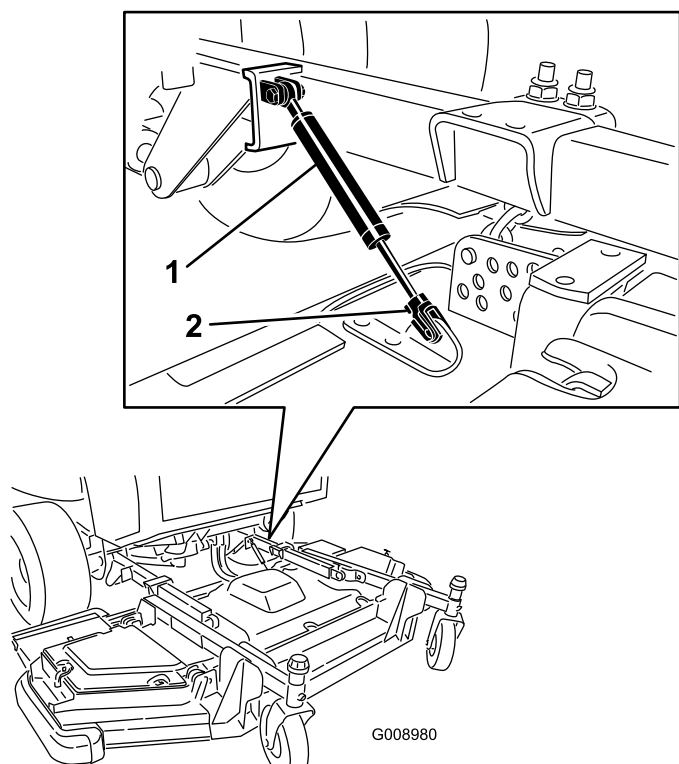

Рисунок 130
3. Снимите стопорное кольцо и отсоедините узел амортизатора от деки газонокосилки (Рисунок 130).